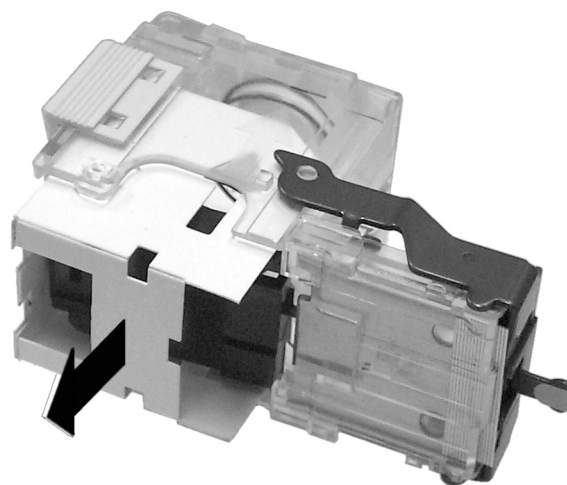

Figura 5: Retirar o Conjunto de Agrafos vazio do Cartucho
- 4 Agarre a extremidade exposta do Conjunto de Agrafos branco e retire o Conjunto de Agrafos do Cartucho (Figura 5).